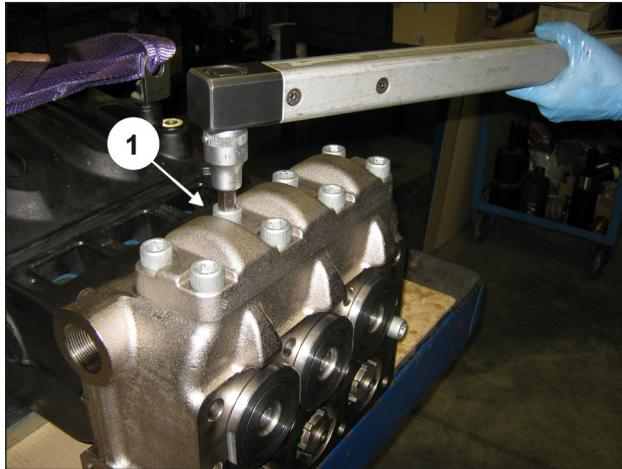
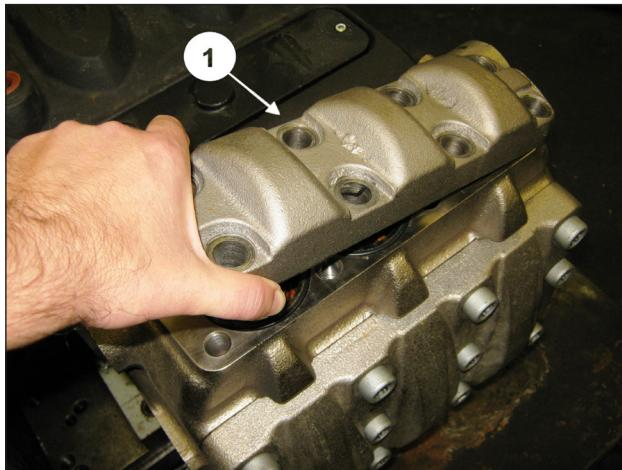

Abb. 100
Abb. 101
Lösen Sie die 8 Schrauben M16x45 des Druckventildeckels (Pos. ①, Abb. 100) und nehmen Sie den Deckel ab (Pos. ①, Abb. 101).